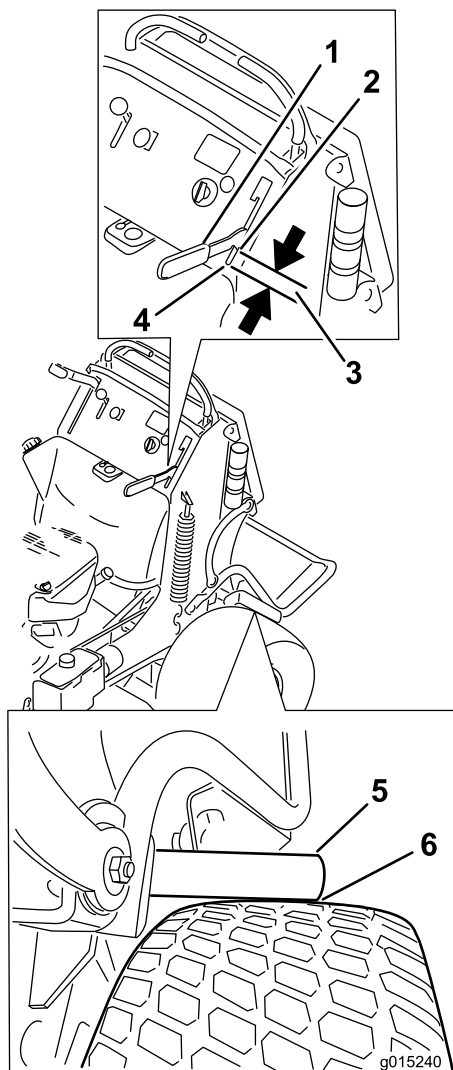

Figure 64
4. Engagez le levier de frein jusqu'à ce que les barres touchent juste le pneu (Figure 64).
5. Mesurez la distance entre l'avant du levier manuel et l'extrémité de la fente dans le panneau de commande lorsque la barre de frein rencontre le pneu. La distance doit être de 19 mm (3/4"). Réglez le frein au besoin (Figure 64).